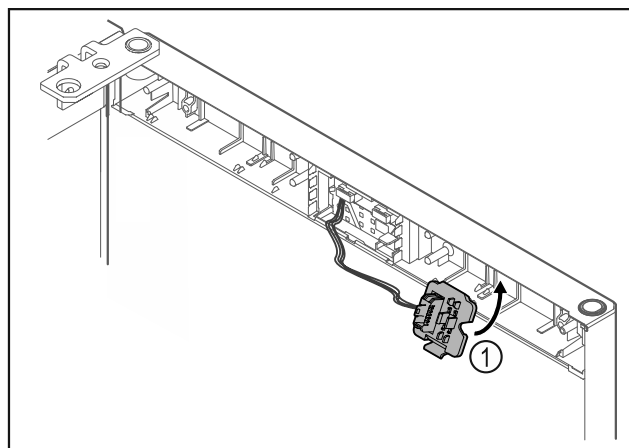

Fig. 19
- Pattintsa be a dugófoglalatot Fig. 19 (1) az ellenkező oldalon.